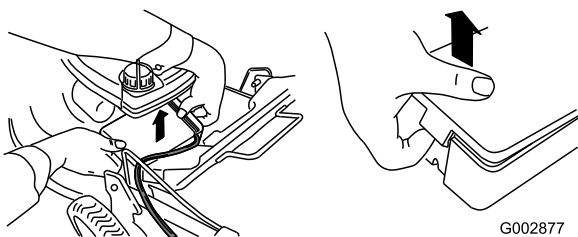

Figure 46
1. Dégagez les deux extrémités du couvercle de la batterie et déposez le couvercle (Figure 46).